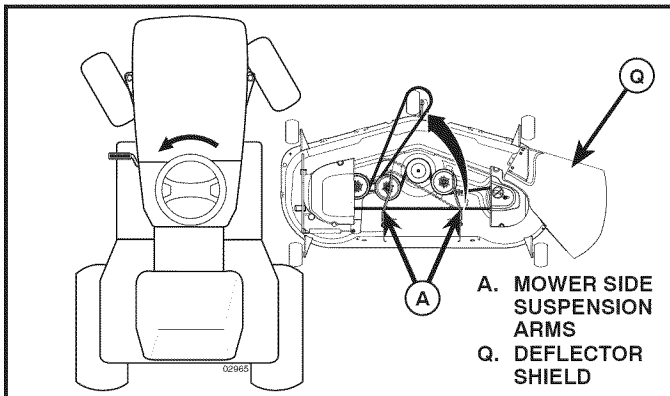

Fig. 28
4. SLIDE MOWER UNDER TRACTOR (See Fig. 28)